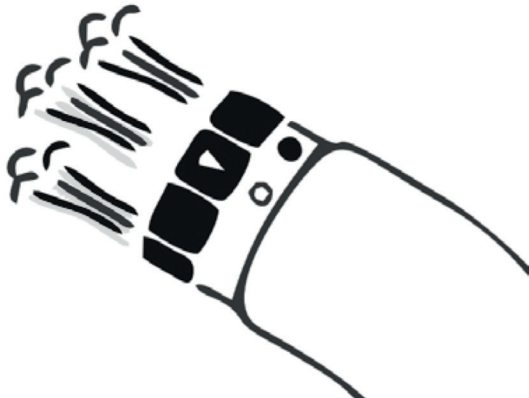

Fig. 11 Öppet läge
- ❖ Se till att luftanslutningen är i öppet läge (se Fig. 11).